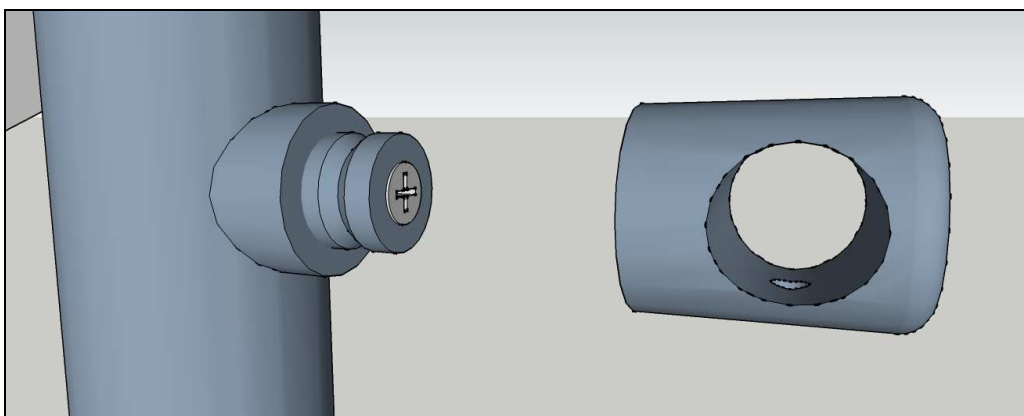

Рис.8
6. Производим предварительную сборку всех наших стоек (**CP-3/38**). Для этого разбираем шестигранным ключом **крепление ригеля 16мм к стойке 38мм (ДР-38/16)**. Ответную часть крепления ригеля прикручиваем к стойке винтом М6х25 с потайной головкой (рис.8).